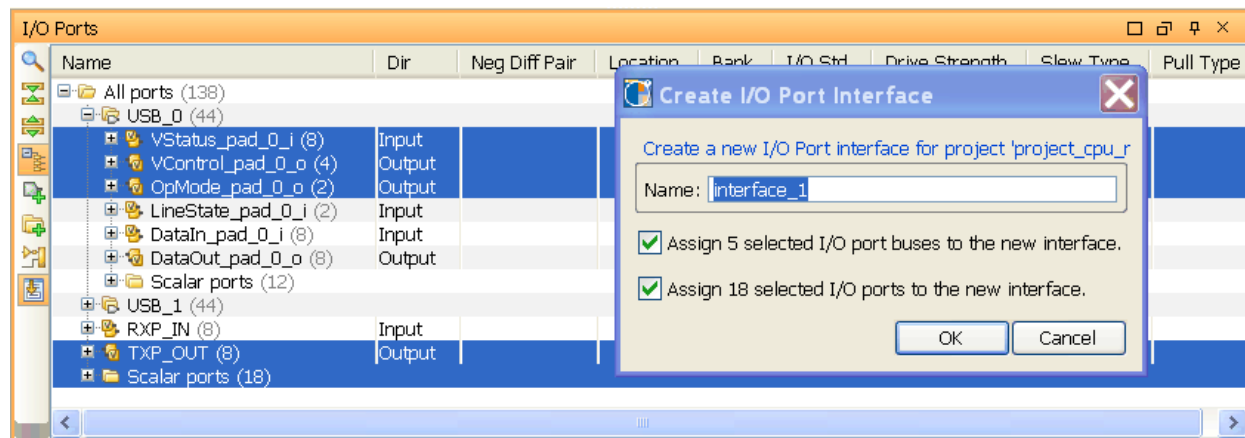

図 8-18 : [Create I/O Ports Interface] ダイアログ ボックス
2. ポップアップ メニューで [Create I/O Port Interface] をクリックします (260 ページの図 8-18)。